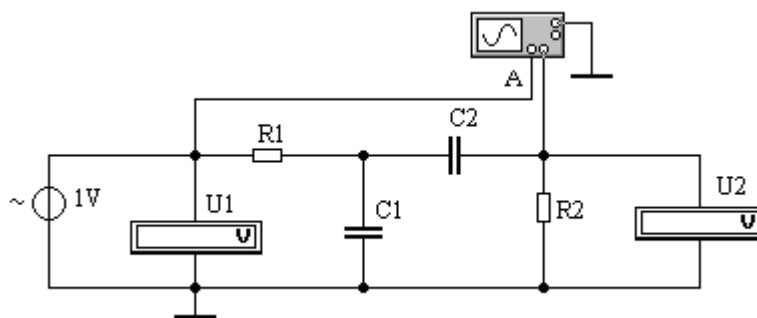

Рисунок 3 - Схема исследования частотных характеристик полосового звена
1. Собрать схему электрической цепи (рисунок 3).